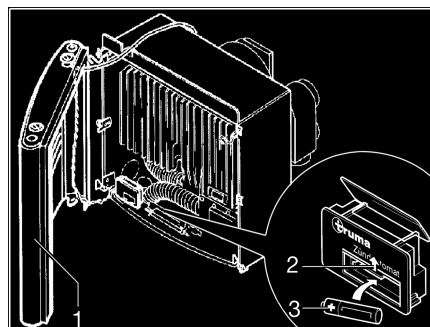

Fig. 108 Calefacción abierta
- Colocar a un lado el revestimiento (Fig. 108,1) para que no se tenga que desconectar el cable de conexión del ventilador de aire caliente y de la lámpara de control de encendido.
- Empujar hacia arriba la tapa del compartimento de las pilas en el dispositivo automático de encendido (Fig. 108,2).
- Colocar una pila nueva (Fig. 108,3) del mismo tipo con la polarización correcta (+/-) en el compartimento de las pilas en el dispositivo automático de encendido. Utilizar únicamente pilas Mignon resistentes a la temperatura (+70 °C) y protegidas contra derrames.